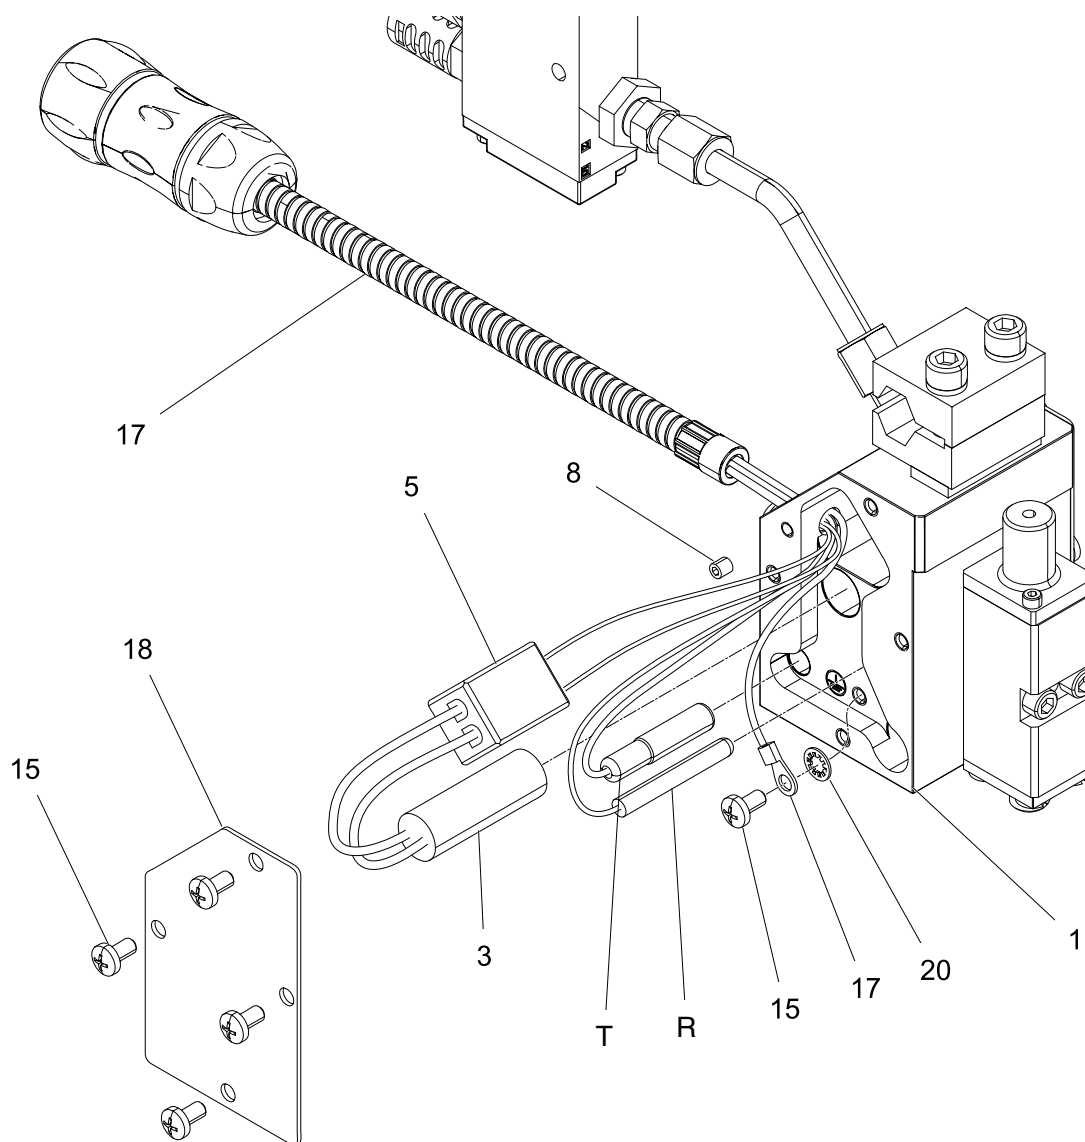

Figure 14 Детали для ремонта
См. рис. 14, стр. 21.
13. Вставьте резистивный датчик (R) температуры и тепловой предохранитель (T) в отверстия коллектора (1). См. рис. 14.